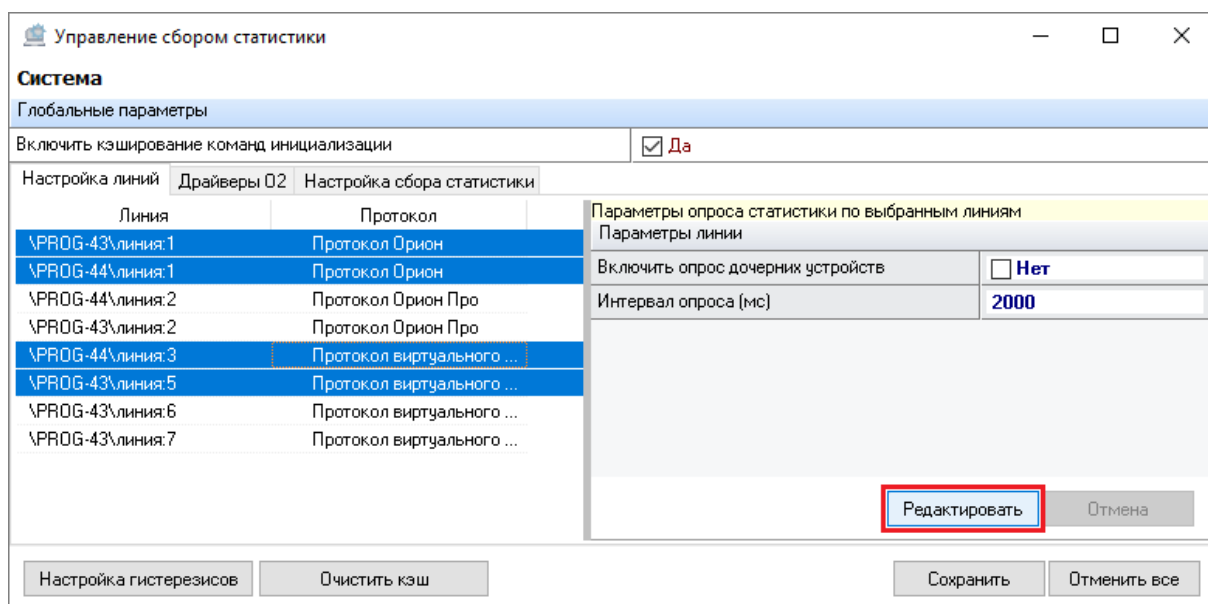

Рисунок 6-218 Переход к редактированию параметров опроса статистики для выбранных линий
- 2) нажмите кнопку «Редактировать» в области «Параметры опроса статистики выбранных линий» (см. Рисунок 6-218) для перехода в режим редактирования параметров опроса статистики для выбранных линий;